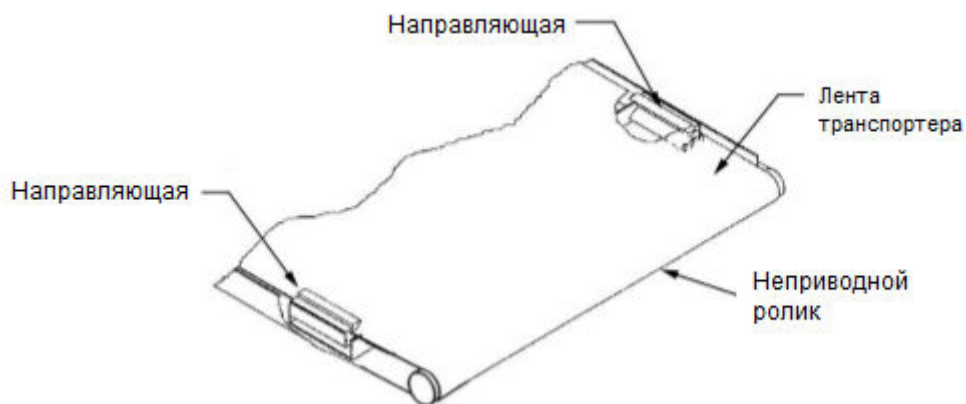

Рис. 22 – Показана обратная сторона транспортера
6. Направляющая расположена с нижней стороны настила транспортера рядом с не приводным роликом (Рис. 22). Задняя часть направляющей намагничена и таким образом она крепится к боковой стенке настила транспортера. Не устанавливайте